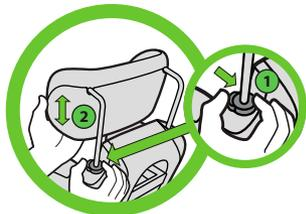

Figura 115
Presione el botón de ajuste del apoyacabezas situado en el lado derecho del asiento (viendo el asiento de frente) (1) y suba o baje el apoyacabezas hasta la posición deseada (2), tal como se ilustra en la **Figura 115**.